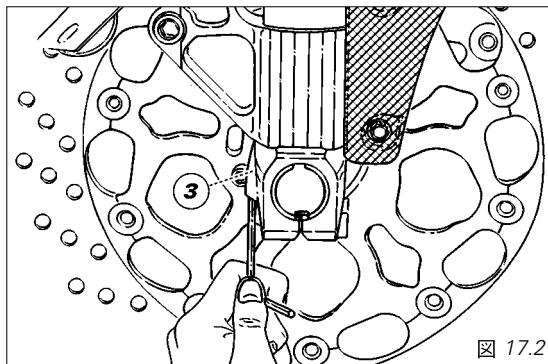

図 17.2
- 3) (図 17.2) コンプレッション・ダンピング調整